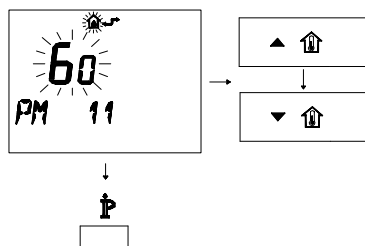

Fig. 5.58
- Per modificare il SET programmato agire sui pulsanti  o  e aspettare che il numero programmato cominci a lampeggiare (Fig. 5.58). Ogni passo incrementato o decrementato corrisponde a 1 secondi.